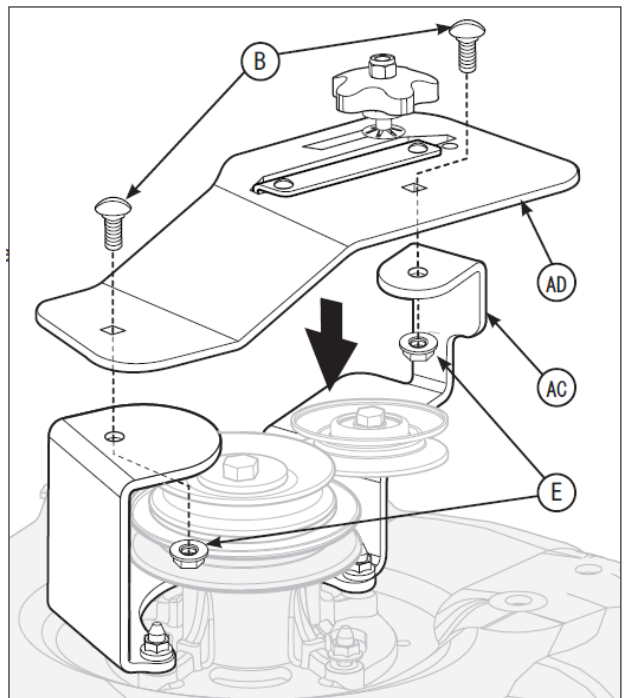

図7
5. ブローベルトカバー(図7のAD)をアイドルカバー支え(AC)の上においてください。